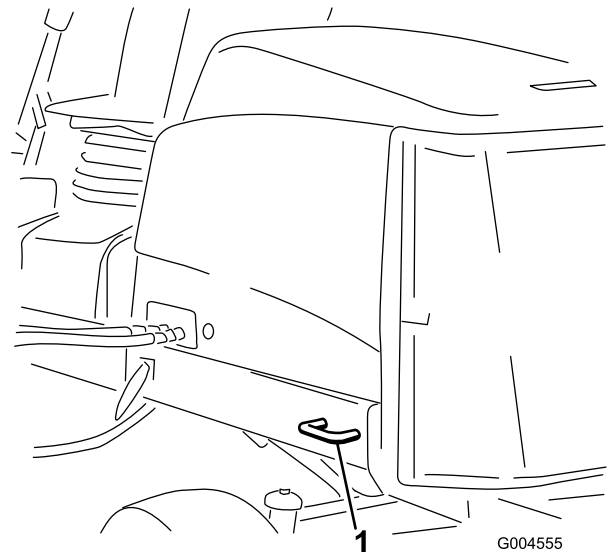

Figura 36
- **Parte posteriore della macchina** – Ogni lato della macchina sul telaio posteriore (Figura 36).